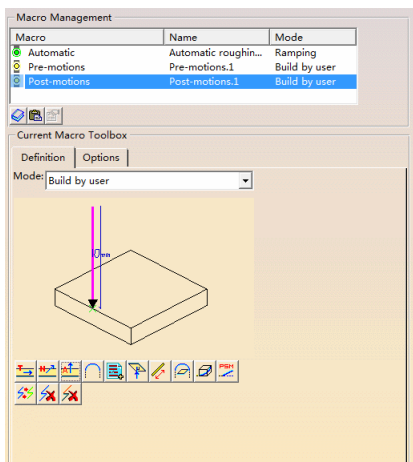

图 3-29 设置“Post-motions”（1）
- 在“Macro Management”区域的列表框中设置“Post-motions”（1），单击 Add axial motion 按钮，如图 3-29 所示。